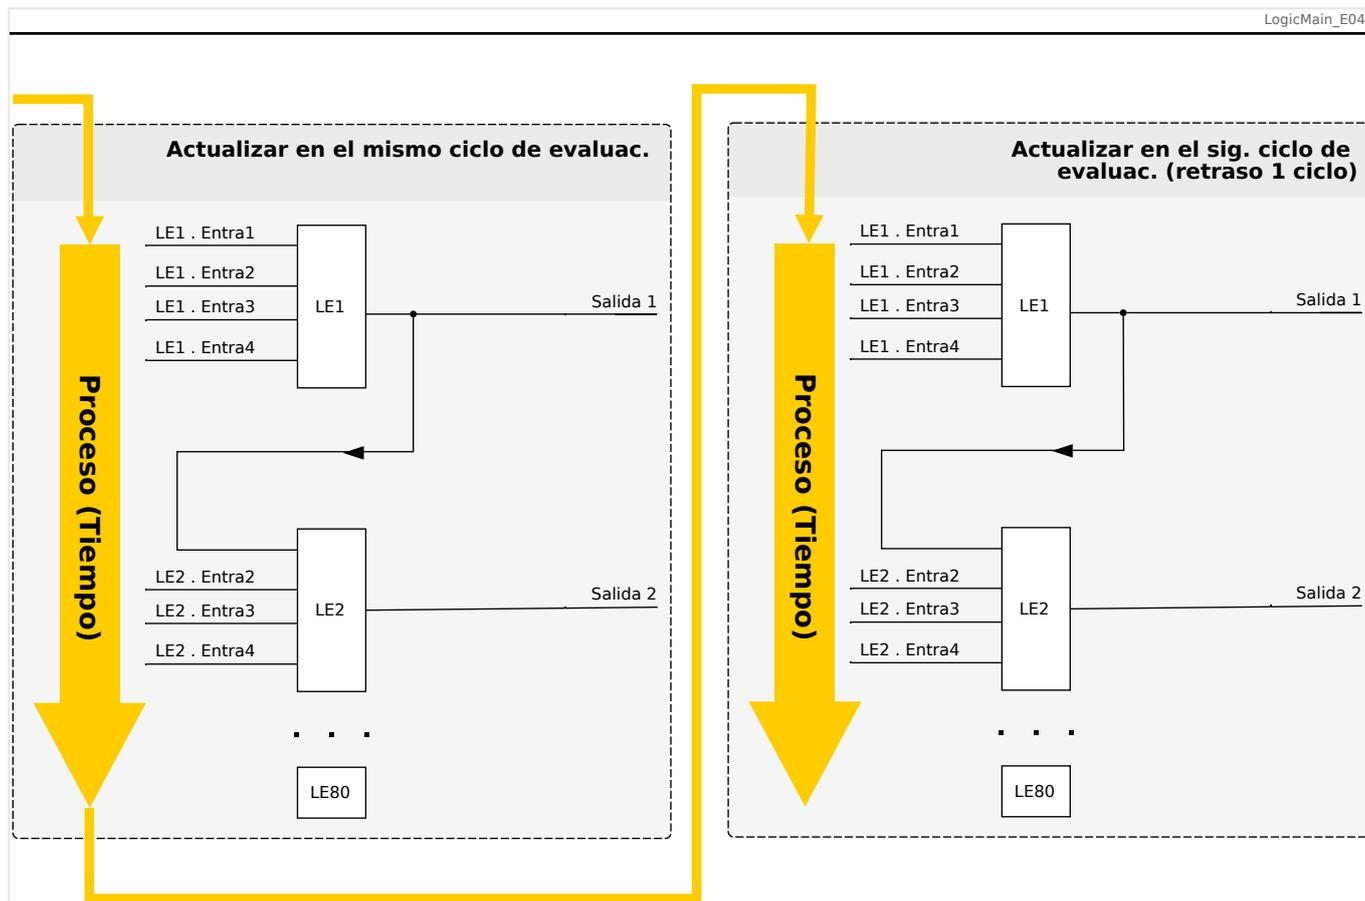
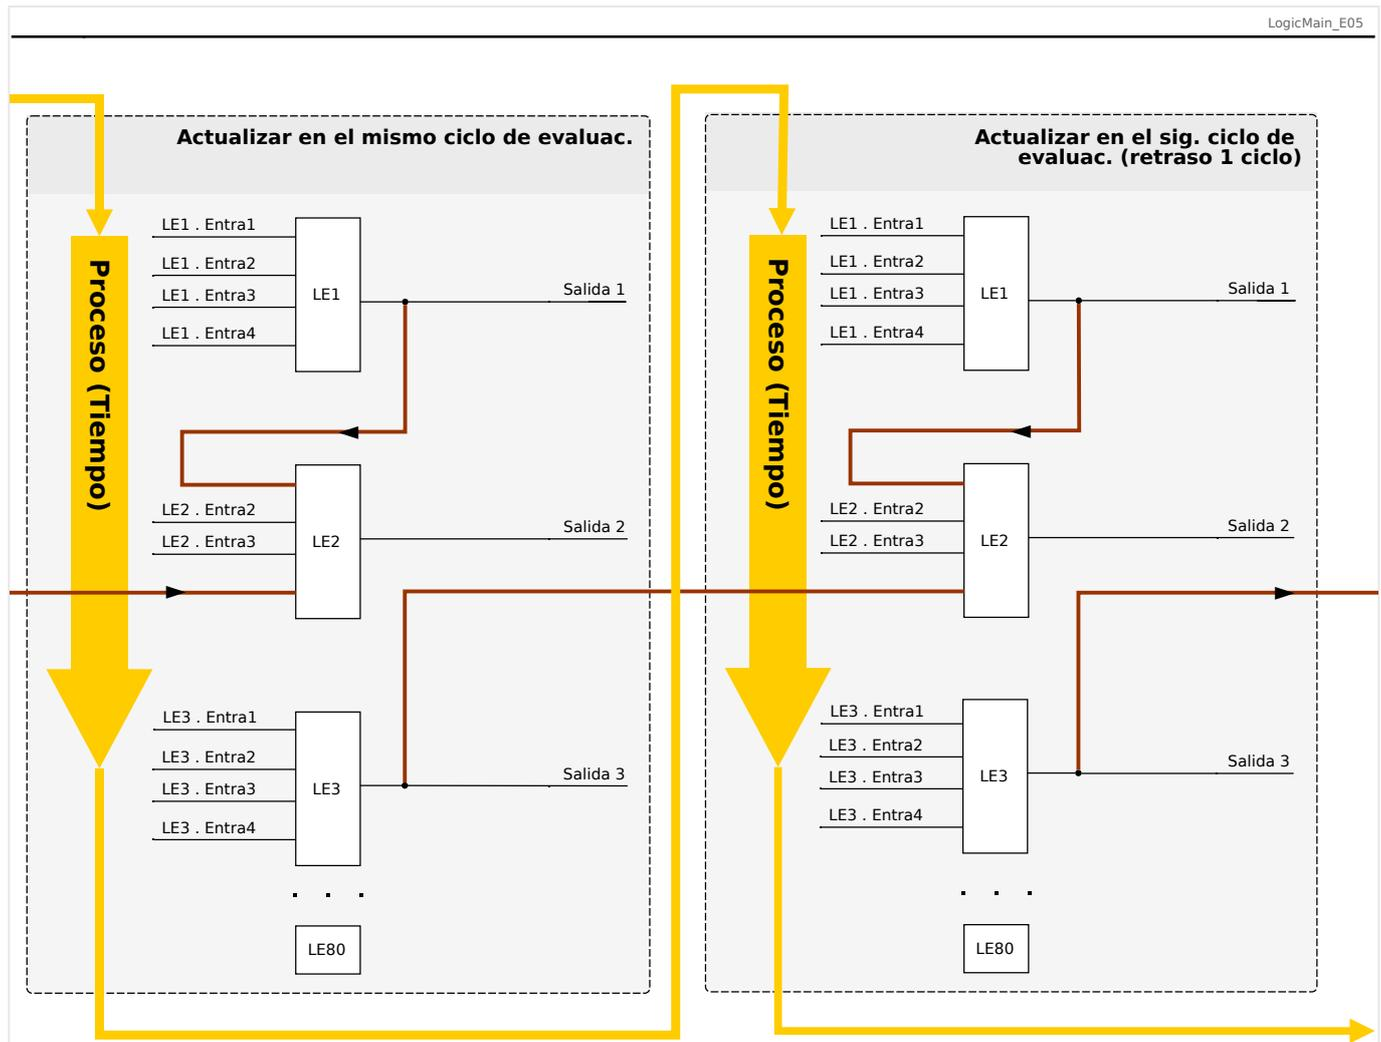

Fig. 76: Cascada en orden ascendente.
Fig. 77: Cascada en orden descendente.
- Una secuencia **ascendente** quiere decir que algunas de las salidas se usarán como entradas de una ecuación lógica con un número **mayor**. Por ejemplo, en el diagrama  Fig. 76 siguiente, se muestra un ejemplo en el que el resultado de la ecuación lógica LE1 se usa como entrada de la ecuación lógica LE2.
- Una secuencia **descendente** quiere decir que algunas de las salidas se usarán como entradas de una ecuación lógica con un número **inferior**. Por ejemplo, en el diagrama  Fig. 77, se muestra un ejemplo en el que el resultado de la ecuación lógica LE3 se usa como entrada de la ecuación lógica LE2.
Tanto la secuencia ascendente como la descendente se pueden usar y combinar entre sí, sin ninguna diferencia inmediata. Sin embargo, como todas las ecuaciones se evalúan en orden ascendente, los valores de tiempo de ejecución en sí que se usen como la entrada de una ecuación tendrán una "antigüedad" distinta, como se muestra en  Fig. 76 y  Fig. 77 a continuación.
En el ejemplo mostrado anteriormente en  Fig. 77, la “Ecuación lógica 2” usa los estados de salida de otras dos ecuaciones, la “Ecuación lógica 1” y la “Ecuación lógica 3”. El resultado de la “Ecuación lógica 1” se usa en orden ascendente y, por lo tanto, se evalúa con el mismo ciclo de proceso. El resultado de la “Ecuación lógica 3” se usa en orden descendente y, por lo tanto, se evalúa en el ciclo de proceso anterior.